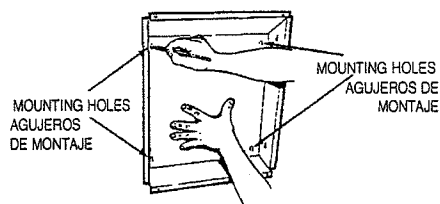

FIG. 2
3. Draw a line on wall along the bottom edge of housing. (FIG. 2)
3. Haga una línea en la pared a lo largo del borde inferior de la caja. (FIG. 2)